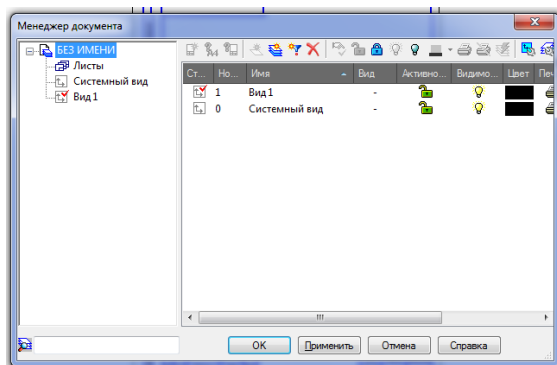

Рисунок 10.3 – Диалоговое окно Состояния видов
**Первый способ** – с помощью кнопки *Состояния видов*, расположенной на панели инструментов *Текущее состояние*. Для этого щелкните по кнопке *Состояния видов* – на панели инструментов *Текущее состояние*. Появится диалоговое окно *Состояния видов*, показанное на рисунок 10.3.
В верхней части диалогового окна приведены возможные состояния видов: *Текущий*, *Фоновый* и *Погасить (Погашенный)* см. рисунок 10.3. С помощью этих переключателей устанавливается состояние выбранного из списка вида.